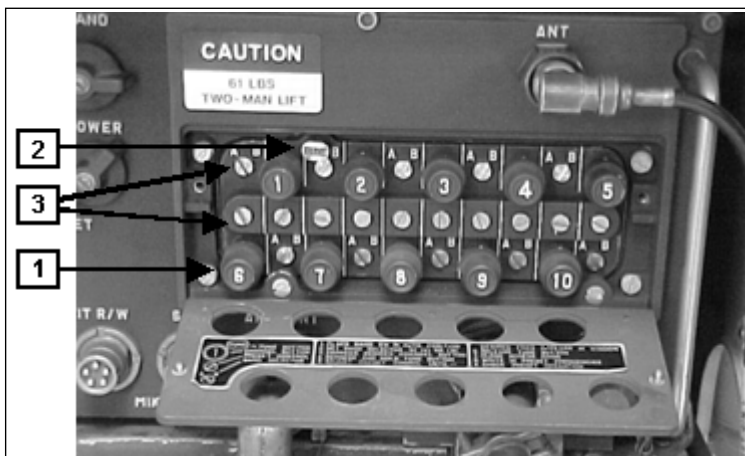

Fig 8-49. RT -246/VRC
- (13) Para desligar o RT-246/VRC, girar a chave POWER para a posição OFF BREAKER-RESET.
e. Pré seleção de canais do receptor-transmissor RT-246/VRC (Fig 8-49)
- (1) Girar a chave POWER para LOW.
- (2) Girar a chave BAND para AUTO.
- (3) Abrir a tampa articulada do conjunto de botões no canal, soltando os dois parafusos cativos.
- (4) Colocar cada botão de canal como se segue:
- (b) apertar o botão de canal (1);
- (5) Fechar a tampa articulada e apertar os parafusos cativos.